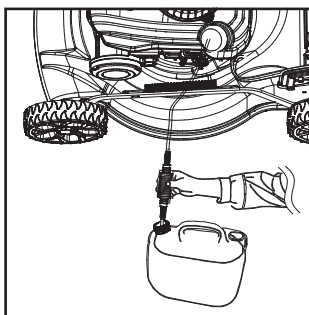

Fig. 22
1. Le carburant doit être vidangé dans un récipient après chaque utilisation. Placer la tondeuse à gazon sur un sol stable et utiliser le siphon fourni (31) pour vidanger toute l'essence du réservoir de carburant (Fig. 22).